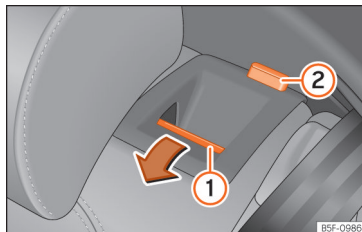

Fig. 62 Banco traseiro: rebater o encosto.
- Pressione o botão de desbloqueio »» Fig. 62 ① para a frente e, ao mesmo tempo, rebata o encosto. O encosto traseiro está desbloqueado quando se vê uma marca vermelha no botão ②.